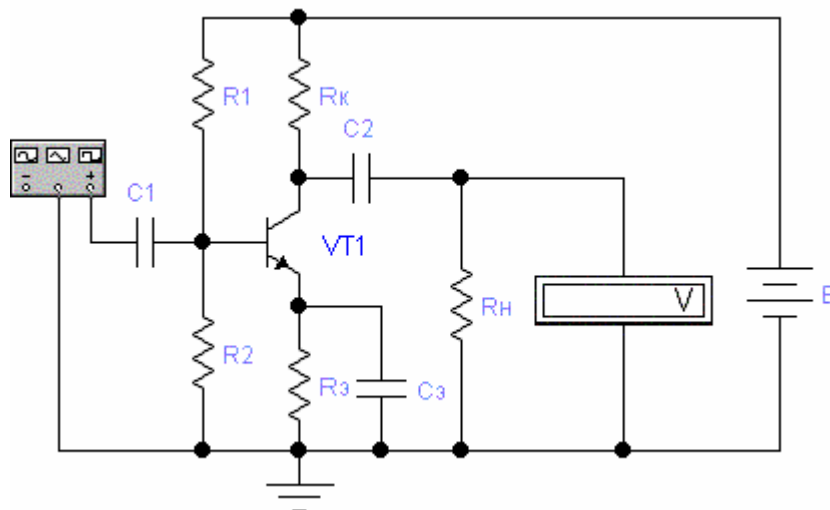

Рисунок 1
1.1 Для схемы усилительного каскада ОЭ (рисунок 1) и указанных параметров элементов предварительно рассчитать значение резистора R1 при условии $U_k = 0,5E$. Рассчитать рабочий режим транзистора (I_k , $U_{кэ}$, I_b).